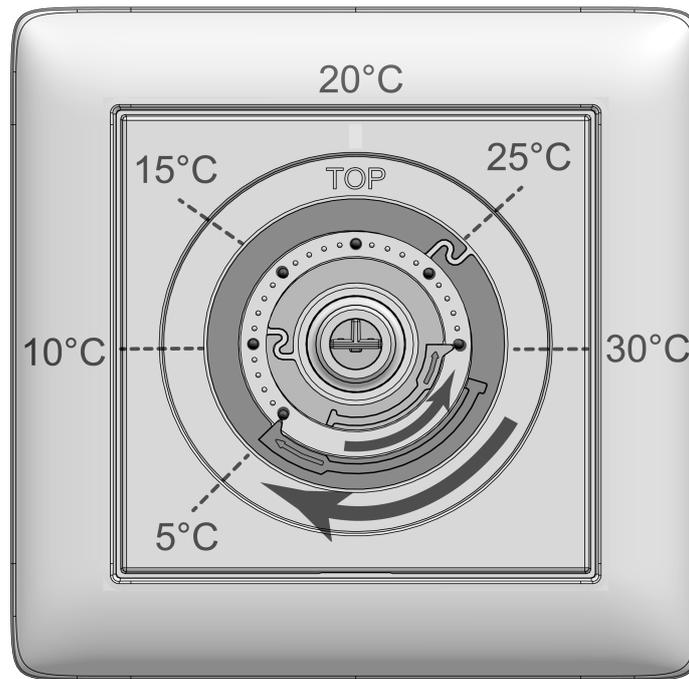

Figure 4: Bagues de réglage pour la limitation de température
En position centrale, l'appareil règle la température de consigne sur env. 20 °C. La température de consigne la plus basse est d'env. 5 °C et la plus haute d'env. 30 °C (voir figure 4).
- Retirer le bouton de commande (4) de la plaque centrale (3) de sorte que les bagues de réglage (6) soient visibles (voir figure 4). Les valeurs de température représentées à l'image sont indicatives.